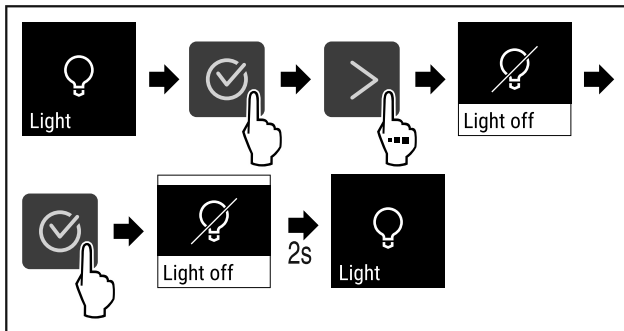

Fig. 67
- ▶ Genomför handlingsstegen (se Fig. 67) .